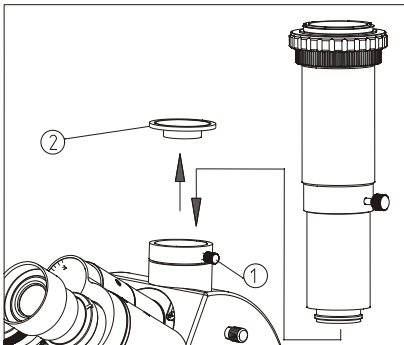
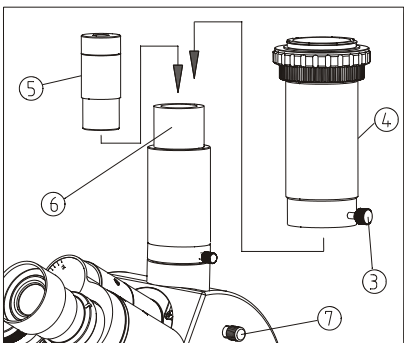

图 37
图 38
- (1) 松开三目观察筒上的锁紧螺钉①，将三通防尘盖②取出。(如图 37)
- (2) 将摄影装置按图示方向装入三通接口，旋紧锁紧螺钉①。
- (3) 松开摄影接筒上的锁紧螺钉③，将摄影接筒④取下。(如图 38)
- (4) 将 3.2X 摄影目镜⑤装入目镜座⑥，再将摄影接筒④装上，并旋紧锁紧螺钉③
- (5) 进行双目观察，成像清晰后，将光路选择杆⑦拉到最外面，再根据照相设备的使用说明进行摄影操作。